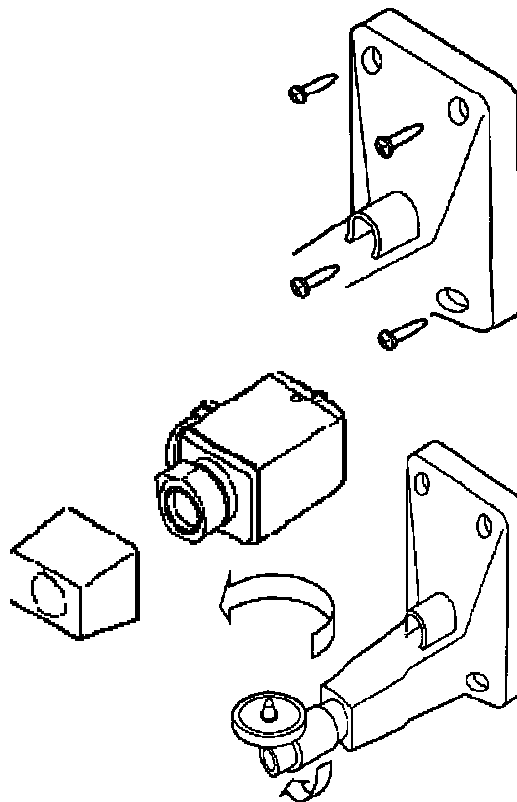

図 16-3 標準据付工事方法
(2) カメラを取付足のカメラ取付ネジで図 16-3 に示す様に確実に固定します。
(3) モニタの画面を確認しながら角度調節リングを少しゆるめ、上下左右の方向を適切な角度に決め、確実にリングを締め付けます。